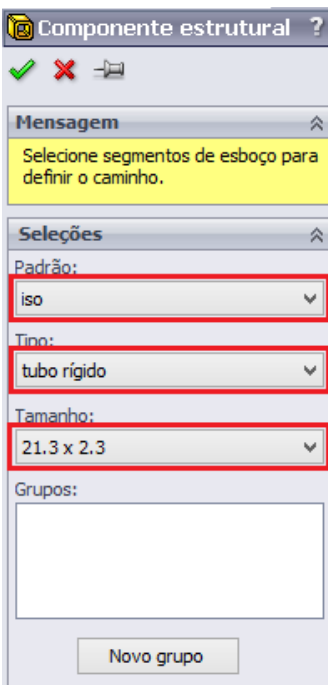

Figura 1.17 - Configuração das propriedades de **Componente estrutural**.
3.3. Configure as propriedades de **Componente estrutural** conforme a Figura 1.17.